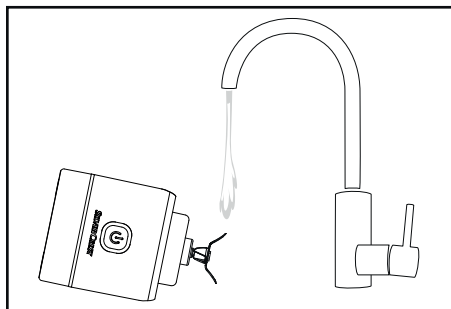

Fig. 2
■ Pulire il blocco motore ❹ con un panno umido.
■ Se il miscelatore ❷ non è molto sporco, riempirlo d'acqua tiepida fino al segno MAX aggiungendovi una goccia di detersivo per piatti. Fare funzionare l'apparecchio per circa 30 secondi come descritto al capitolo **Uso**. Poi svitare il blocco motore ❹ e svuotare il miscelatore ❷.
■ Lavare solo la lama a croce ❺ con cautela sotto l'acqua corrente, utilizzando eventualmente uno spazzolino. Assicurarsi che non giunga acqua al blocco motore ❹ e non immergere l'apparecchio nell'acqua. Rovesciare l'apparecchio in modo che la lama a croce ❺ sporga nel getto d'acqua (vedere fig. 2). Se si esegue la pulizia subito dopo l'uso, è più facile rimuovere la sporcizia.